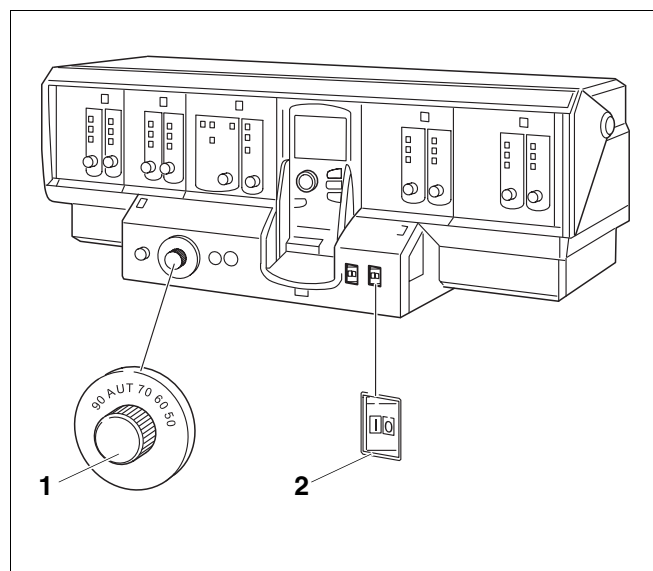

Рис. 2 Система управления (здесь: Logamatic 4312)
- Установите регулятор температуры котловой воды (рис. 2, поз. 1) в положение "AUT".
- Установите пусковой выключатель (рис. 2, поз. 2) в положение "I" (ВКЛ).
Выключите котел пусковым выключателем на системе управления (здесь: система управления 4212, рис. 2, стр. 9). При выключении системы управления автоматически выключается горелка.
- Установите пусковой выключатель (рис. 2, поз. 2) в положение "0" (ВЫКЛ).